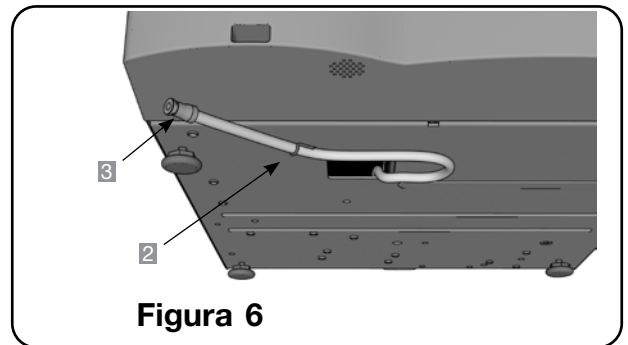

Figura 6
Para cebar la bomba STATIM, siga estos pasos (ver Figura 6):
2. Utilizando el tubo de drenaje (ver sección 3.5 "Cebado de la bomba", Figura 6), vacíe el contenido del depósito en el recipiente de agua.